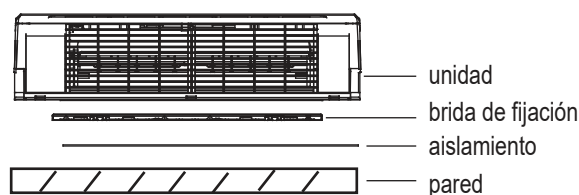

fig. 4
- Realice la instalación respetando la secuencia entre los distintos componentes como se ilustra en "fig. 4".